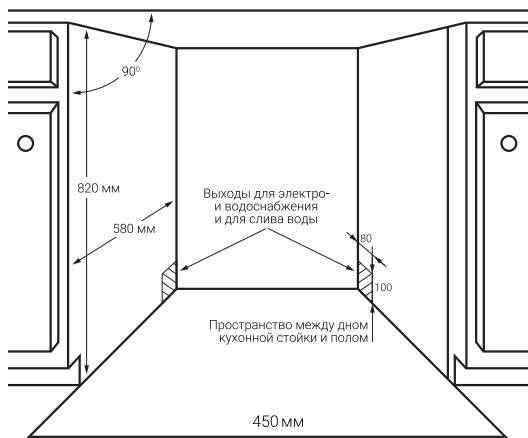

Рис. 1
1. Выбирайте место для установки рядом с раковиной, что облегчает подключение шлангов для подачи и отвода воды (рис. 1).